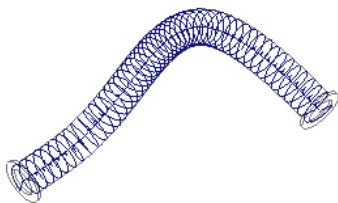

图 6.10.17 定义扫描轨迹
① 在 **SWEEP TRAJ (扫描轨迹)** 菜单中选择 **Select Traj (选取轨迹)** 命令。
② 在图 6.10.17 所示的模型中选取加粗的曲线为扫描轨迹, 然后选择 **Done (完成)** 命令, 接受系统默认的方向。